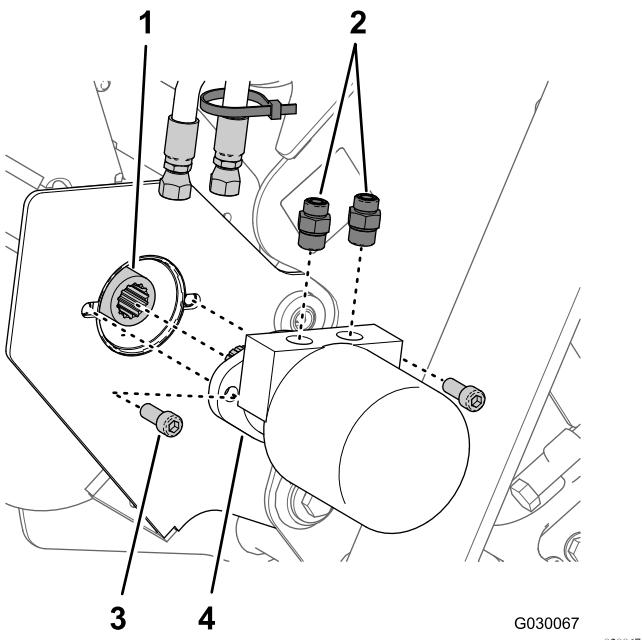

Figura 3
4. Rimuovete i 2 flessibili idraulici dal raccordo idraulico diritto nel motore idraulico (Figura 3).
5. Rimuovete i 2 bulloni a esagono incassato (1/2 x 1/4 poll.) che fissano il motore idraulico della trasmissione dello scavafossi alla testa dello scavafossi e rimuovete il motore idraulico (Figura 3).
7. Rimuovete i 2 raccordi idraulici diritti dal vecchio motore idraulico (Figura 3).
8. Togliete l'albero di trasmissione dello scavafossi (Figura 3).